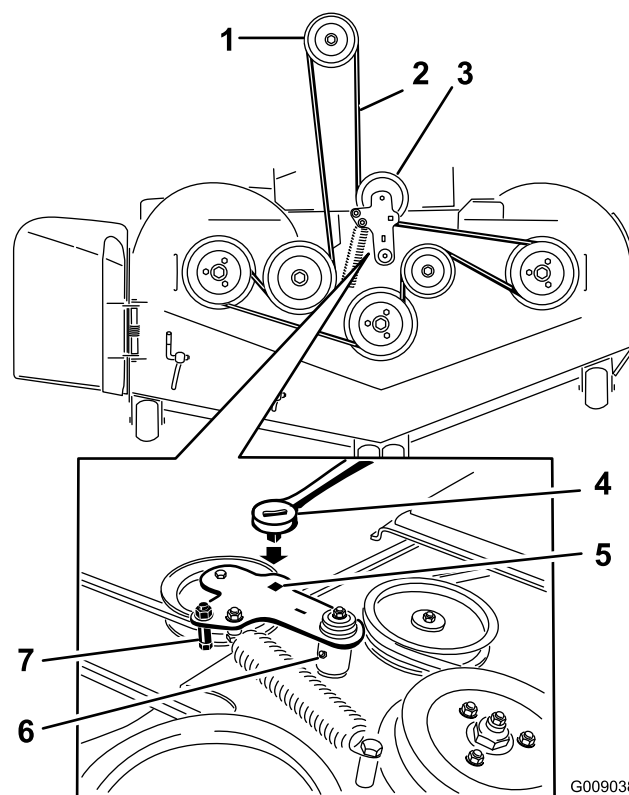

Figure 95
6. Soulevez le bac de plancher et insérez un rochet dans le trou carré de la poulie de tension du plateau (Figure 95).
7. Tournez la poulie de tension dans le sens horaire et retirez la courroie du plateau (Figure 95).